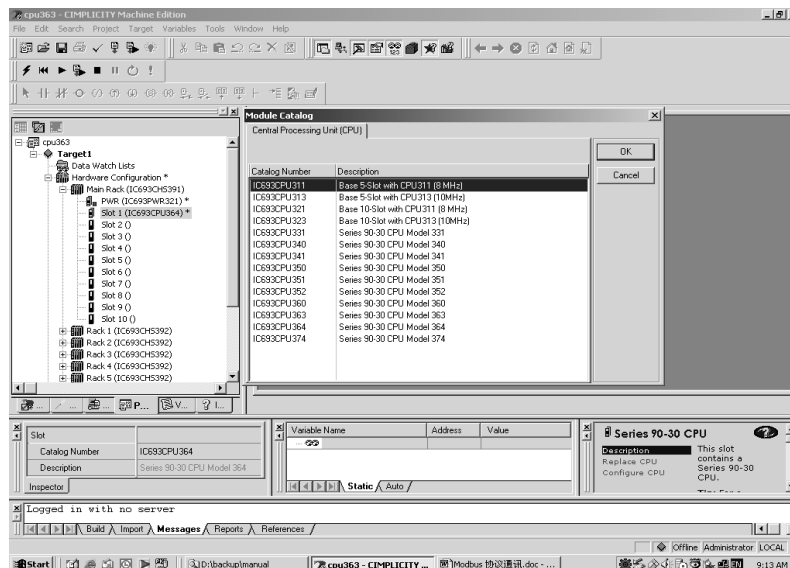

图 23
4. 点击 Target 1 下的 Hardware Configuration 左侧的 + 号按钮，然后点击主机架，将光标点到槽 1，点鼠标右键，在出现的下拉菜单中，选择”Replace Module” 出现图 23 画面。